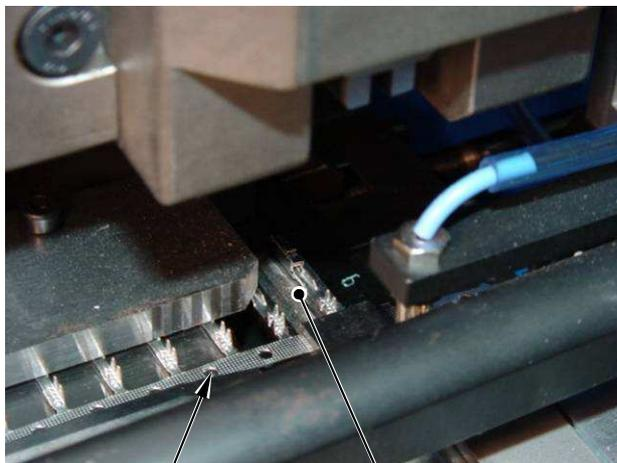

Bild 5
5. Schieben Sie das Produktband so weit nach vorne, bis der erste Kontakt über dem Amboss [2] positioniert ist und der Vorschubfinger in eine der Transportbohrungen [1] einrastet (siehe Bild 5).